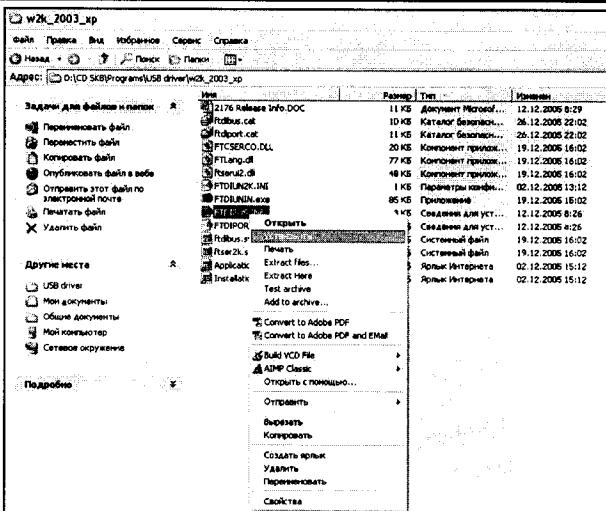

Рисунок 2.5 – Окно ручной установки драйвера
- нажать правой клавишей мыши на файле FTDBIBUS.INF в выпадающем меню выбрать пункт «Установить» (рисунок 2.5);